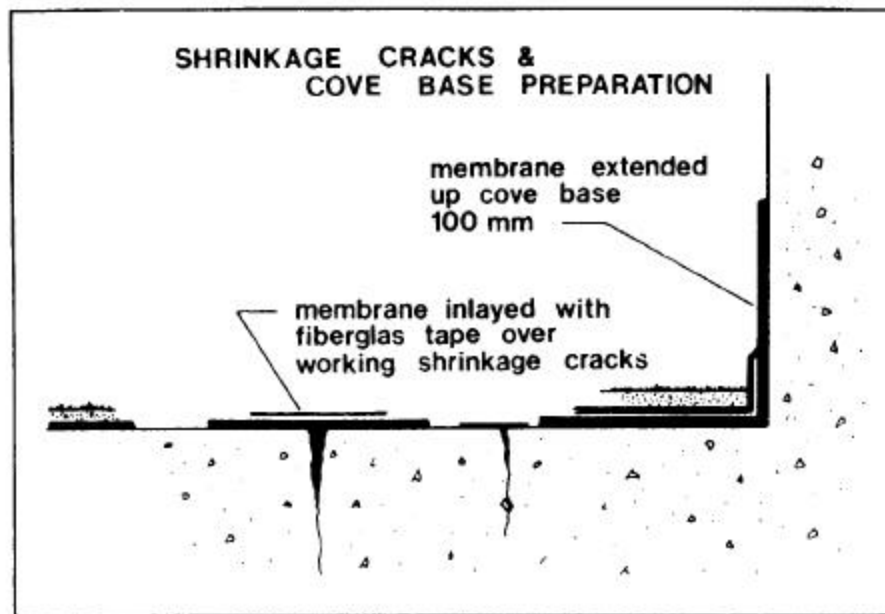

Fig 3.70 - Quelques principes généraux d'application des membranes.
- **Traitement de fissures** - Le traitement de fissures est généralement indiqué par le fabricant de la membrane. On doit souvent renforcer la membrane à l'emplacement de la fissure (surépaisseur de membrane ou tissu de renfort) (Fig 3.70).